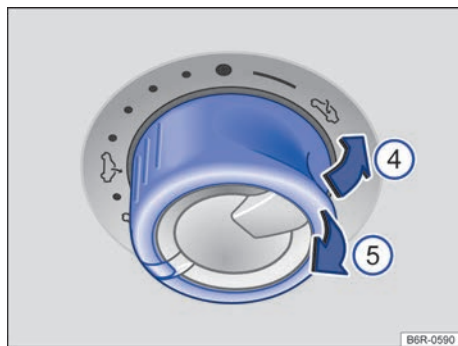

Fig. 64 En el revestimiento interior del techo: mando para ajustar la posición deflectora del techo de cristal.
- *Ajustar la posición deflectora hasta el tope:* Presione brevemente la parte trasera del mando → fig. 64 ④.
- *Detener la función automática:* Vuelva a presionar brevemente la parte trasera del mando → fig. 64 ④ o vuelva a tirar brevemente de ella → fig. 64 ⑤.
- *Cerrar por completo:* Tire brevemente de la parte trasera del mando → fig. 64 ⑤.
- Antes de que transcurran aprox. 5 segundos desde la activación de la función antiaprisionamiento, tire de la parte trasera del mando en el sentido de la flecha → fig. 64 ⑤ hasta que el techo se cierre por completo.